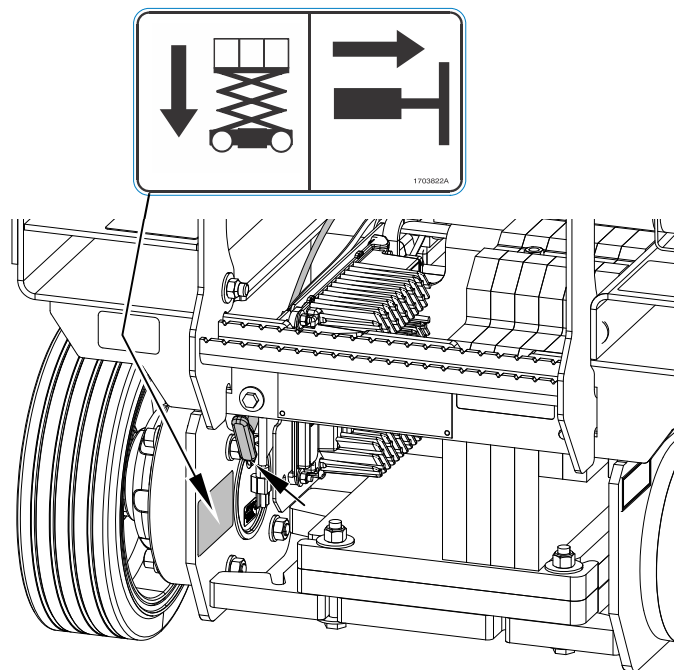

Fig. 4-1. Placering av reglaget för manuell sänkning
1. Lokalisera **T-handtaget för manuell sänkning av plattformen**. (Se Fig. 4-1.)